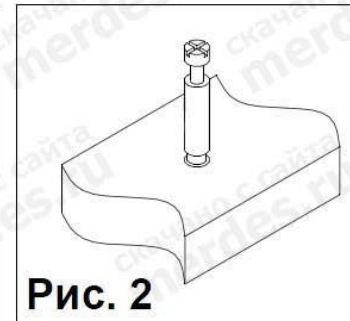

Рис. 2
в соответствующие торцевые отверстия боковин 1 и 2. Вставить стяжки-растекс (3) в отверстия диаметром 15 мм расположенные на деталях 1 и 2 (см. рис. 1). Перевернуть полку 5 нижней стороной вверх (на нижней стороне этой детали имеются пластиковые муфты), и закрутить в муфты дюбеля стяжек-растекс (4) (см. рис. 2). Перевернуть полку 5 и присоединить ее к боковине 7 при помощи евроинтов (2) и шкантов (1). Далее соединить полку 5 с каркасом собранной тумбы (боковины 1 и 2) так, чтобы дюбеля стяжек-растекс (4) закрученные в полке 5 вошли в соответствующие отверстия боковин 1 и 2. Фиксацию стяжек-растекс (3) произвести путем поворота их по часовой стрелки.